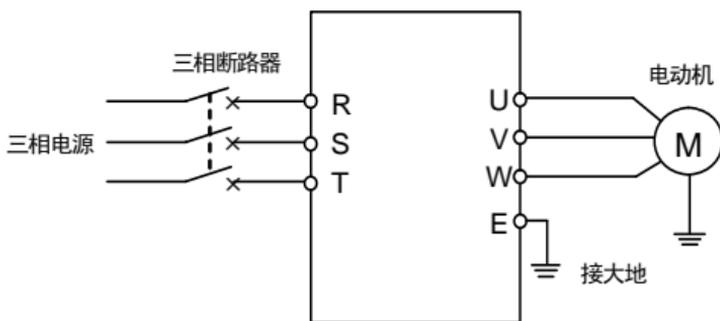

图 4-2 简单运行接线图
- ① 按图 4-2 接线；
- ② 确认接线无误后合上电源开关，接通电源，变频器先显示“P.oFF”，稍后显示“0”；
- ③ 确认频率设定通道为数字设定方式（[F0.0] = 0）；
- ④ 根据变频器拖动电动机的额定铭牌数据，需对参数[F0.12]、[F0.13]进行设置；
- ⑤ 按  键启动变频器，变频器输出 0 频率，显示“0.0”；
- ⑥ 按  键的 UP 功能，增大设定频率，变频器的输出频率增加，电机转速加快；
- ⑦ 观察电机的运行是否正常，若有异常立即停止运行，并断电，查清原因后再运行；
- ⑧ 按  键的 DOWN 功能减小设定频率；
- ⑨ 再按  键停止运行；并切断电源。